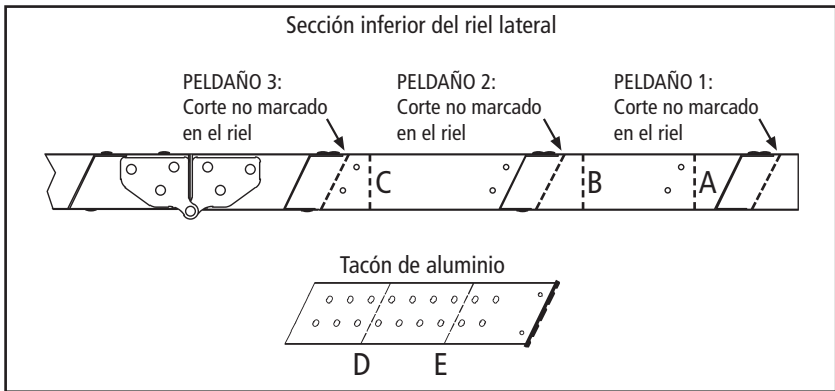

FIGURA 13
**NOTA:** el riel no está pre-marcado para los ángulos de corte requeridos por debajo del peldaño. (véase la Figura 13).